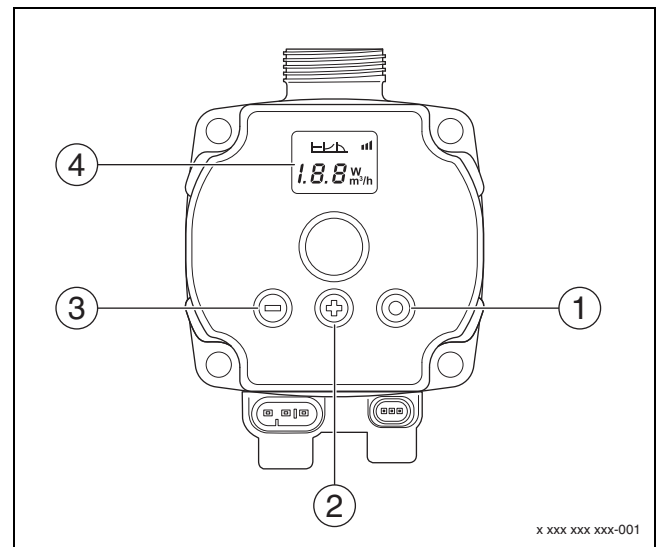

Fig. 7 Réglages de la pompe Calio SI 25-80 HP PWM
- ▶ Appuyer sur le bouton de commande (→ figure 7 [1]) pour sortir l'écran (→ figure 7 [4]) du mode veille.
3. Pour régler la valeur de consigne, appuyer sur le bouton de commande (+) ou (-) (→ figures 7 [2] et [3]) jusqu'à MARCHE.
4. Pour enregistrer la valeur de consigne réglée, appuyer sur le bouton de commande (→ figure 7 [1]).